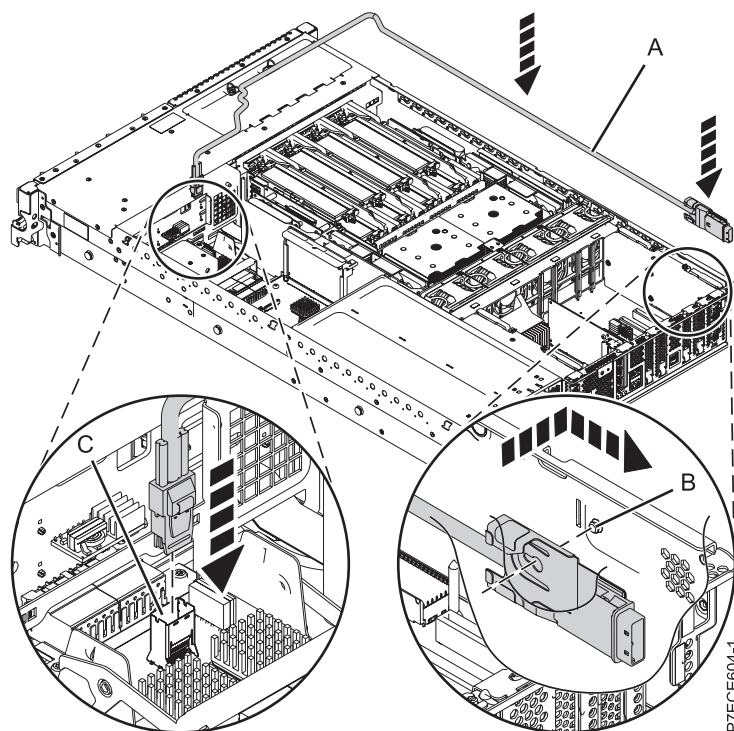

Figura 58. Substitució del cable SAS
3. Connecteu el miniconnector SAS del cable SAS al port de connexió SAS intern (C) a la targeta d'interposició d'emmagatzematge fins que quedi encaixat en el seu lloc. Consulteu Figura 58 a la pàgina 93.
4. Feu passar el cable (A) per davant del receptacle de la targeta d'expansió de memòria i, per tot el canal de la paret fins que el connector del port SAS estigui a prop de l'obertura de la part posterior del xassís.
5. Alineeu i conduïu la ranura de la peça de subjecció del connector del port SAS (B) per puig de la guia del xassís. A continuació, feu lliscar el connector del port SAS per l'obertura de la part posterior del xassís fins que la pestanya de la peça de subjecció quedi encaixada en el seu lloc.